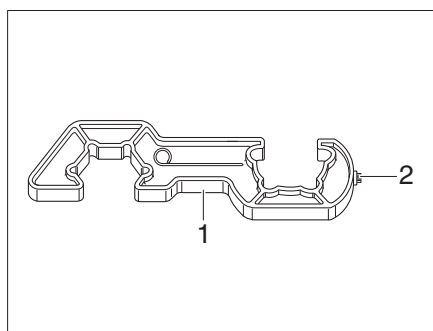

Fig. 85 Strumento ausiliario
- ▶ Per avvitare e svitare i tubi flessibili ad alta pressione, utilizzare lo strumento ausiliario (Fig. 85,1). Esso garantisce la necessaria coppia di serraggio e impedisce che l'uso di utensili errati danneggi collegamento a vite.
- Svitare il tubo flessibile ad alta pressione (Fig. 82,3) dalla bombola del gas per mezzo dello strumento ausiliario (Fig. 85).